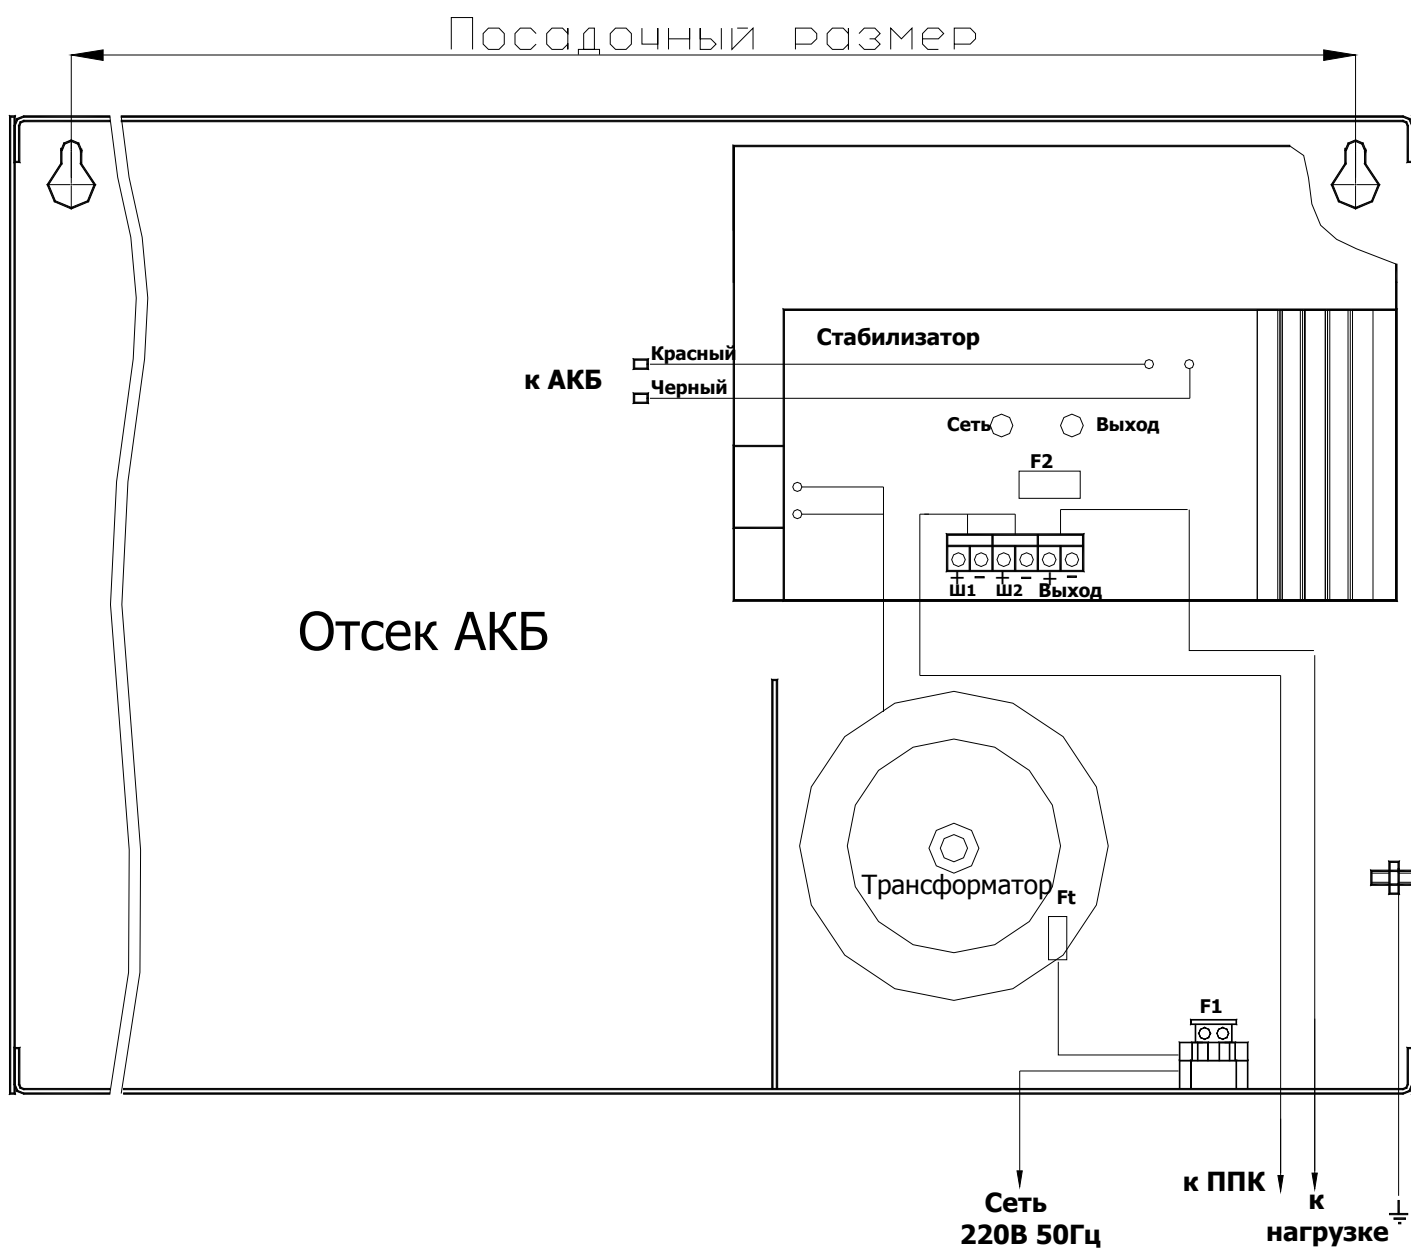

Рисунок 1 Схема подключения Блока
3.4 Заземлить корпус, подключить кабель сетевого питания к клеммной колодке «220 В» на корпусе блока. Схема подключения блока приведена на рисунок 1, в цепи Ш1 и Ш2 устанавливаются Rogr в соответствии с документацией на ППК или иной прибор, к которому производится подключение.